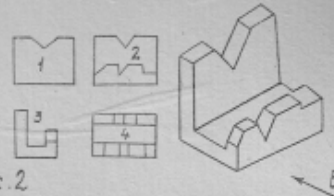

Рис.2
2. Какой цифрой отмечен вид, выполненный по стрелке В? (рис.2)